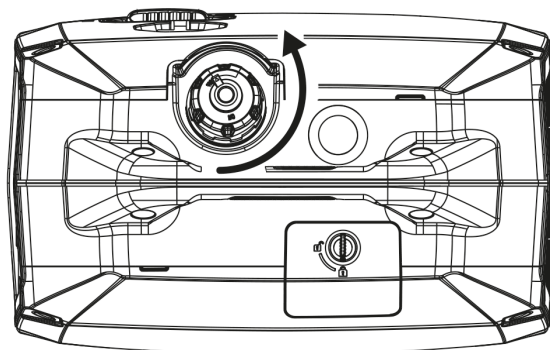

рис. 4
- Открутите крышку топливного бака и проверьте уровень топливного бака. Убедитесь, что топливный фильтр на месте. Если уровень топлива низкий, заправьте топливный бак до метки верхнего уровня в заправочной горловине (рис. 4).